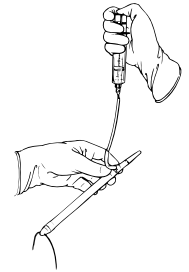

Figura 4-9.
- Segurar o cilindro a partir da traseira com a ponta dianteira para baixo para permitir que a porção distal do cilindro encha primeiro (**Figura 4-9**).